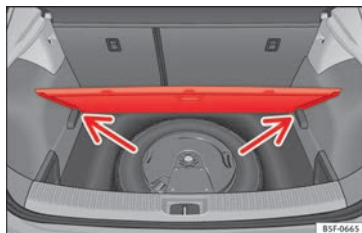

Fig. 180 Maletero: piso variable
- Apoye el piso sobre los alojamientos previstos para tal uso »» fig. 180 (flechas).